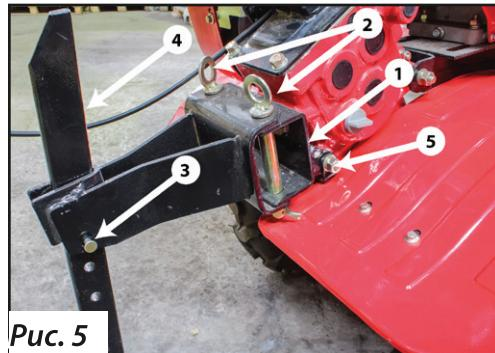

Рис. 5
ровать по высоте сошник. Вынуть штифт (5), переместить сошник (4) вверх (глубина вспашки уменьшится) или вниз (глубина вспашки увеличится), зафиксировать в требуемом положении. Правильная регулировка зависит от почвы (рис. 5).
Использование сцепного устройства. Поместите присоединяемое оборудование в сцепное устройство и зафиксируйте стержнем сцепного устройства (рис. 5).